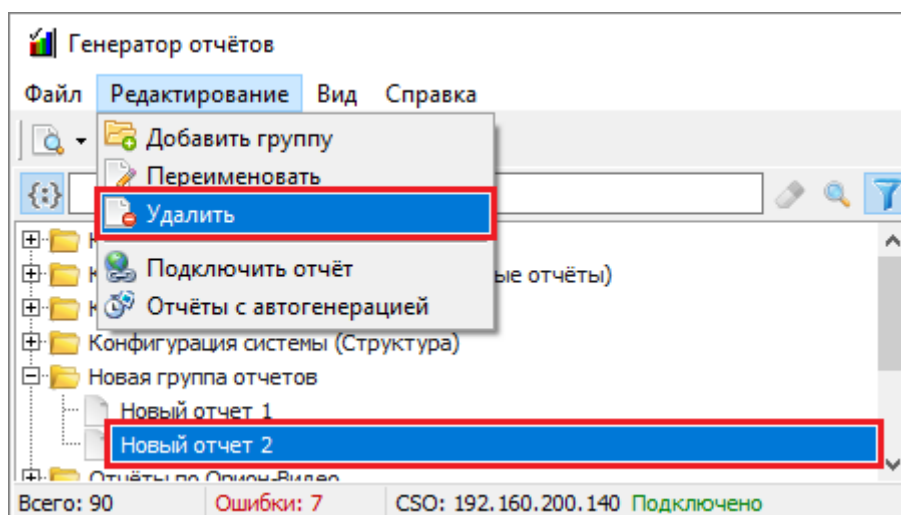

Рисунок 10-300 Удаление отчета через меню "Редактирование"
- выберите в меню «Редактирование» (см. п. 10.5.1.2) пункт « Удалить» (см. Рисунок 10-300);